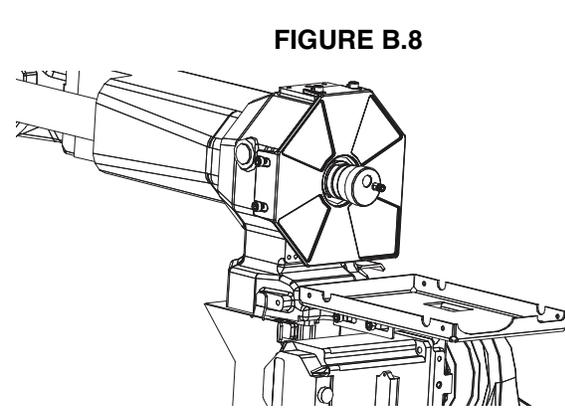

FIGURE B.8
6. Faire glisser le câble de la torche dans le bras du robot. Vérifier que le connecteur arrière ait à peu près l'orientation indiquée et que le tuyau à air soit en bas (Voir la Figure B.8)